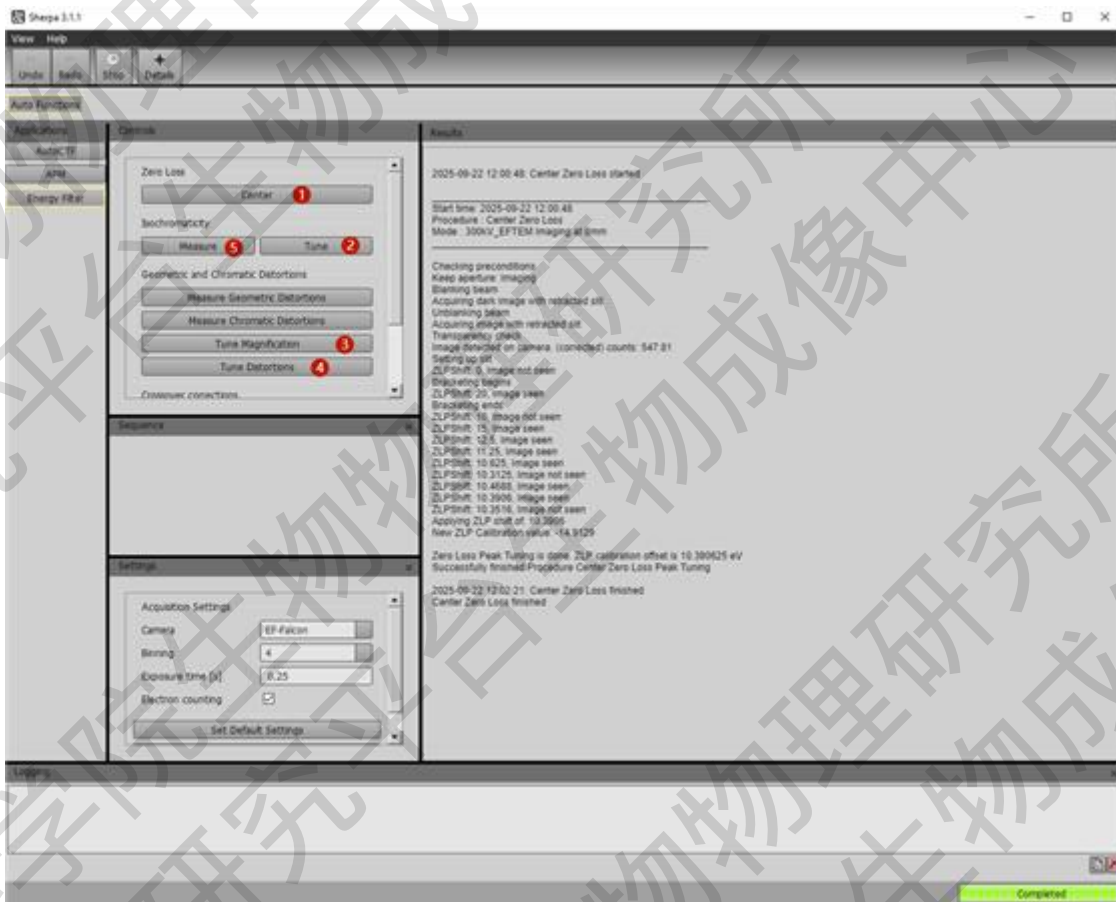

图 6 能量过滤器调试
2. 打开能量过滤器操作界面（图 6）。
3. 按图 6 顺序进行操作，请确定每次报出的结果为绿色，若为红色，则跳回第 2 步重新进行，直到变绿。